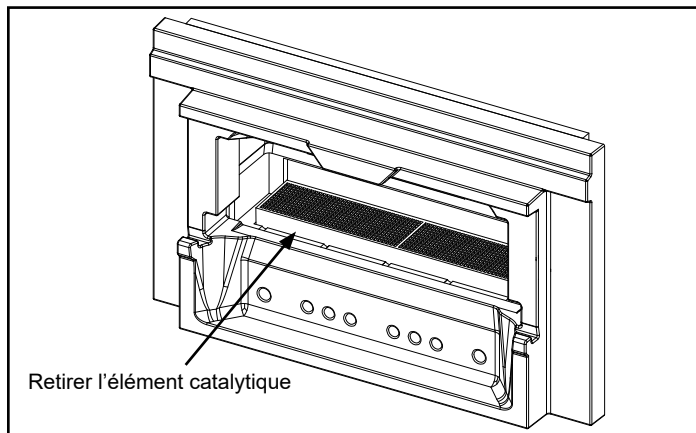

Figure 5.11 - Retirer l'élément catalytique.
3. Retirez l'élément catalytique en le tirant délicatement directement vers l'extérieur, figure 5.11. Placez l'élément catalytique à un endroit où ses composants en céramique ne seront pas endommagés.